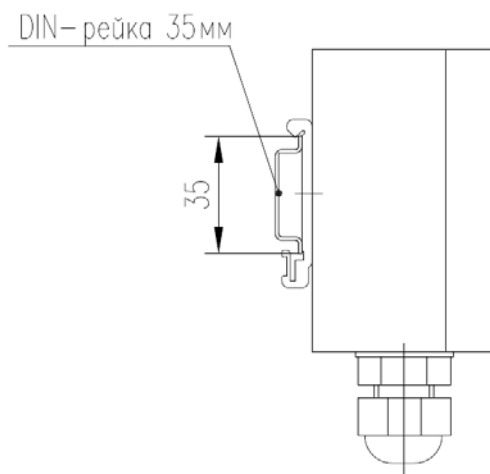

Рис. 11. Монтаж блока питания на DIN-рейку.
2.2.8.2 На рис. 11 показан монтаж БП на DIN-рейку.